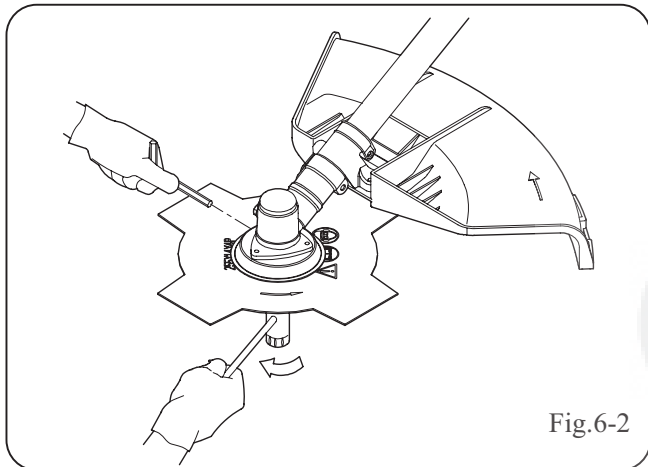

Fig. 6-2
- Snijwerktuighouder (A) met centreerpunt mes (B)
- Mes (B) met tekst en richtingspijl naar boven gekeerd
- Snijwerktuigdop (C)
- Stabilisator (D)
- Contraoer om mes te vergrendelen (E) (Fig. 6-2)
- Contraoer om mes te vergrendelen (D) (Fig. 6-2)